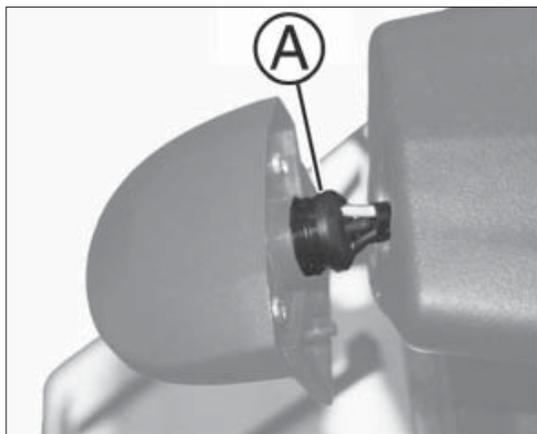

fig. 5
- déposez tout l'ensemble lampe-douille A fig. 5 du couvercle en plastique ;
- introduisez l'ensemble lampe-douille A fig. 5 à l'intérieur du couvercle en plastique ;